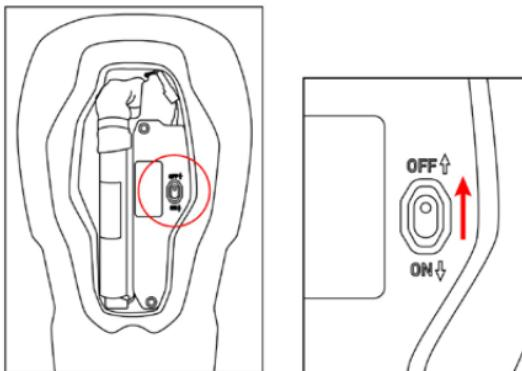

Figura 30: Posizione dell'interruttore di modalità spedizione (8)
Nel caso in cui il sistema debba essere spedito, l'utente deve SEMPRE mettere il sistema in modalità spedizione. Per farlo, l'utente deve accedere alla protezione posteriore (4) aprendo la zip posizionata sul lato posteriore del sistema. L'utente può facilmente accedere alla centralina (5) dell'airbag aprendo la copertura con la chiusura a strappo. Una volta rimossa la copertura, l'utente può mettere il sistema in modalità spedizione spostando l'interruttore di modalità spedizione (8) in posizione OFF, come mostrato nella Figura 30. La modalità spedizione permette all'utente di spedire il sistema in modo sicuro e conformemente alle normative applicabili relative al trasporto. Per poter utilizzare nuovamente il sistema è necessario accenderlo per ripristinare il normale funzionamento. Semplicemente spostare l'interruttore di modalità spedizione (8) sulla posizione ON.